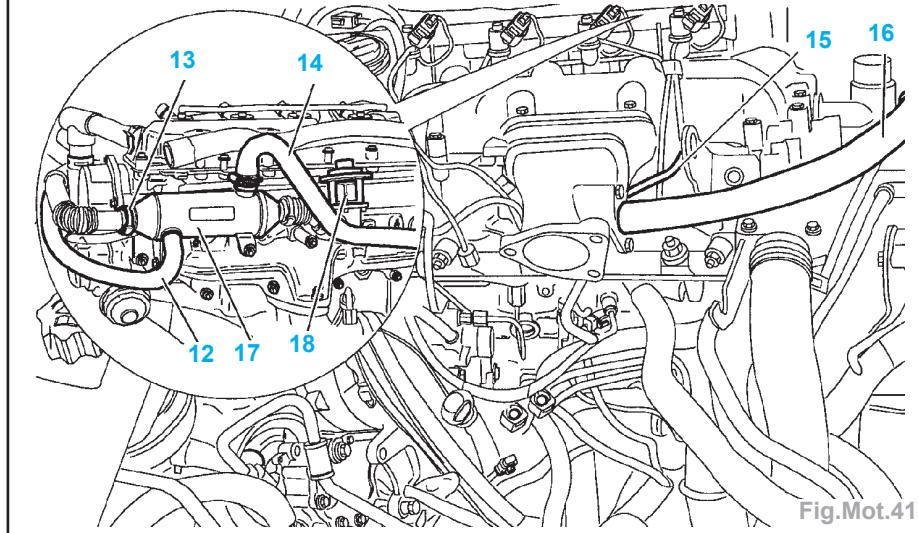
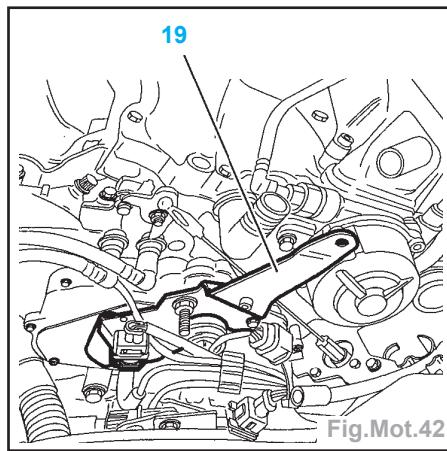

Fig.Mot.41
Fig.Mot.42
- Désaccoupler le conduit aérotherme (12) de la vanne EGR (Fig.Mot.41).
- Déposer le collier (13).
- le conduit (14),
- le tube EGR (16),
- l'ensemble (17) et (18).
- Déposer le support (19) (Fig.Mot.42).